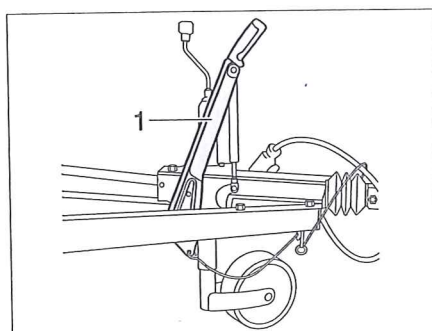

Bild 12 Parkeringsbromsen
- Lossa parkeringsbromsen: dra bromsspaken (Bild 12,1) uppåt och sänk sedan ner den.